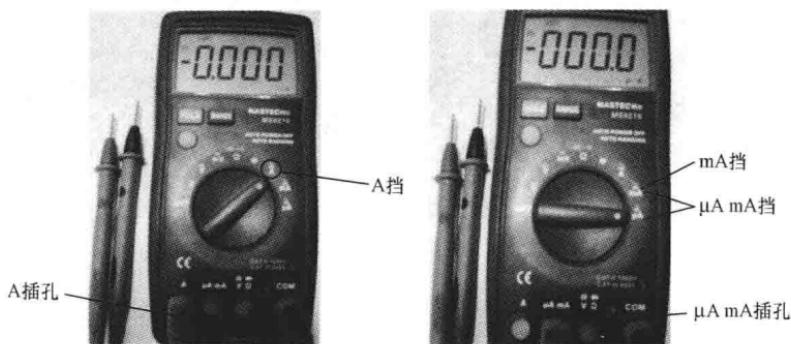
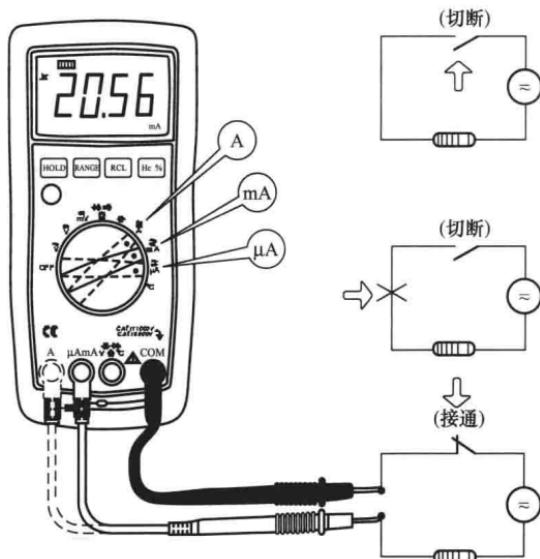

图 5-29 红、黑表笔插入适当的插孔
图 5-30 测量直流电流
(4) 把黑色表笔插入 COM 插孔, 红色表笔插入到适当的插孔。如被测电流小于 400mA 时将红色表笔连接到 mA 插孔; 如被测电流在 400mA~10A 间, 将红色表笔连接到 A 插孔, 如图 5-29 所示。
(5) 断开待测的电路, 把黑色表笔连接到被断开的电路(其电压比较低)的另一端, 把红色表笔连接到被断开的电路(其电压比较高)的另一端。(把表笔反过来连接会使读数变为负数, 但不会损坏仪表)。
(6) 接上电路的电源, 然后读出显示的读数, 如图 5-30 所示。